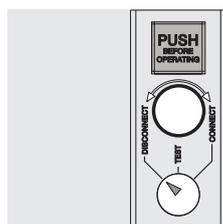

Figura 40
- interruptor en posición de extraído (véase Figura 40).